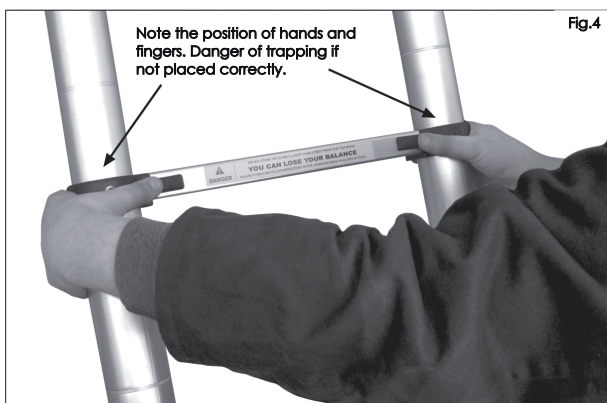

Fig.4
- 2) Placez-vous face à l'échelle, les bras tendus, placez vos mains autour des montants latéraux avec vos pouces posés sur les leviers de verrouillage. **ATTENTION. Risque de coincement des doigts. Ne placez pas vos doigts/mains sur ou entre les échelons de l'échelle ! (voir Fig.4).** Appuyez maintenant les deux leviers vers le milieu pour libérer cette paire de mécanismes de verrouillage et permettre à l'échelle de descendre. Répétez cette méthode pour tous les autres échelons.
- 2) Stand facing the ladder, and with outstretched arms, put your hands around the side rails with your thumbs placed on the locking levers. **CAUTION. Danger of trapping fingers. Do not place your fingers/hands on or inbetween the ladder rungs! (see Fig.4).** Now press both levers towards the middle to release that pair of locking mechanisms allowing the ladder to lower. Repeat this method for all the other rungs.
- 2) Párese frente a la escalera, con los brazos extendidos, agarre los largueros laterales con las manos y coloque los pulgares sobre las palancas de bloqueo. **PRECAUCIÓN. Peligro de atrapamiento de dedos. ¡No coloque los dedos/manos sobre o entre los peldaños de la escalera! (ver Fig.4).** Ahora presione ambas palancas hacia el centro para liberar ese par de mecanismos de bloqueo y permitir que la escalera baje. Repita este método para todos los demás peldaños.